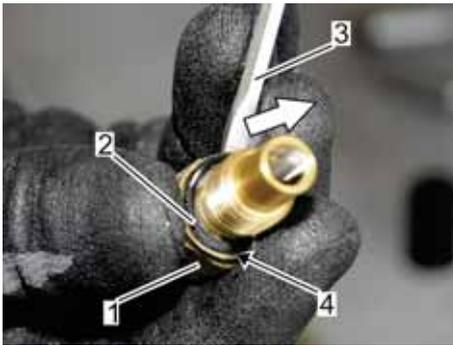

Abb. 80: O-Ring wechseln
6. ➤ Den O-Ring (Abb. 80/2) mit einem entsprechenden Schlitzschraubendreher (Abb. 80/3) aus der Nut (Abb. 80/4) des Zuströmventils (Abb. 80/1) herausschieben und entnehmen.